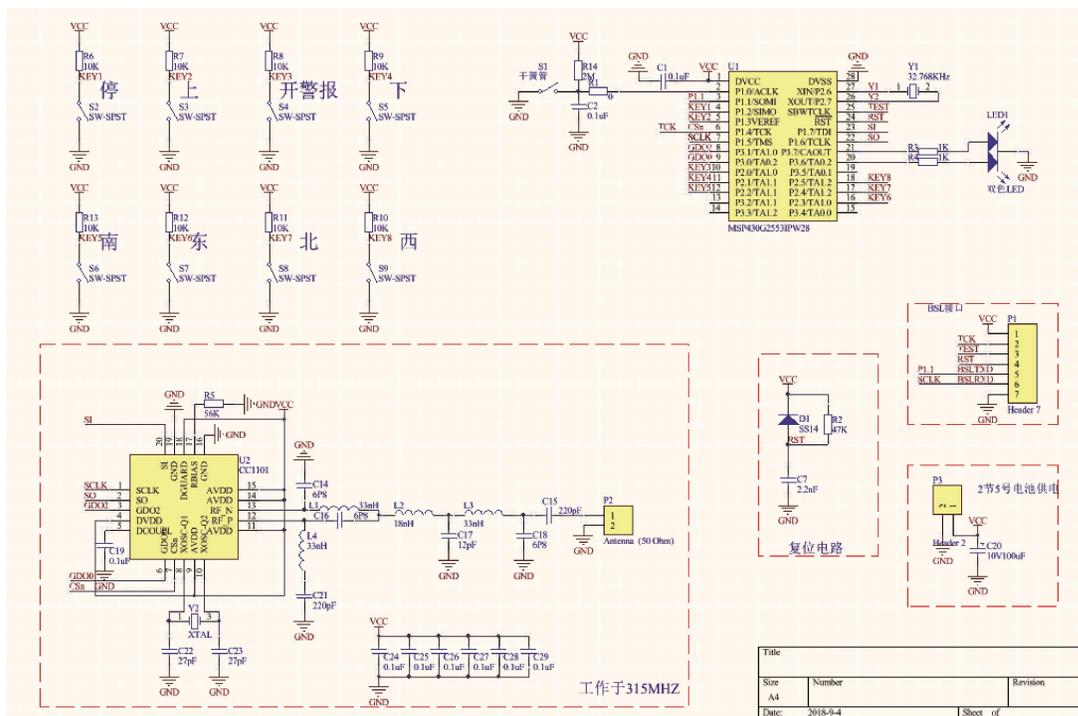

图3-48 工控发射器电路原理图
- 3) 鼠标指针上跟随一个标有“复位电路”的字符串，移动鼠标指针到合适位置单击，放置到界面上，右击撤销放置。完成后的整机电路原理图如图3-48所示。